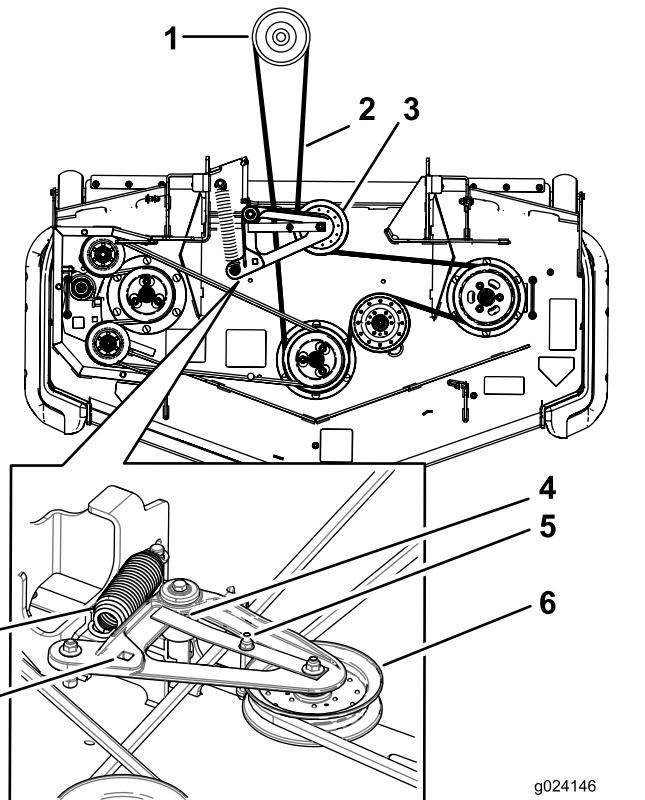

Bild 73
10. Setzen Sie eine Ratsche in das rechteckige Loch ein und verlegen Sie den neuen Riemen um die Riemscheiben des Mähwerks und um die Spannscheiben (Bild 73).
- Setzen Sie eine Ratsche in das rechteckige Loch im Spannarm ein, um die Spannung an der Spannscheibenfeder zu lösen (Bild 73).
- Heben Sie die Riemenführungsnase an und nehmen den vorhandenen Riemen ab (Bild 73).
- Verlegen Sie den neuen Riemen um die Mähwerk- und Bremsspannscheiben unter dem Motor (Bild 73).
- Drehen Sie die Riemenführungsnahe und stellen Sie sicher, dass sie gegen den Drehzapfenhub anschlägt Bild 73.
- Setzen Sie die Spannscheibenfeder mit der Ratsche im rechteckigen Loch ein (Bild 73). Stellen Sie sicher, dass die Federenden in den Verankerungsritzen sitzen.